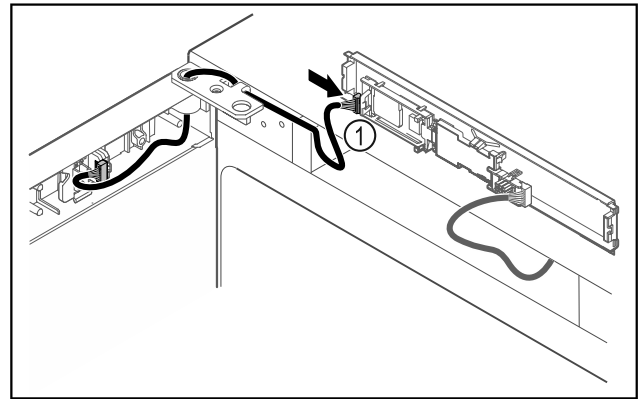

Fig. 42
- Stecker Fig. 42 (1) an Platine anstecken.